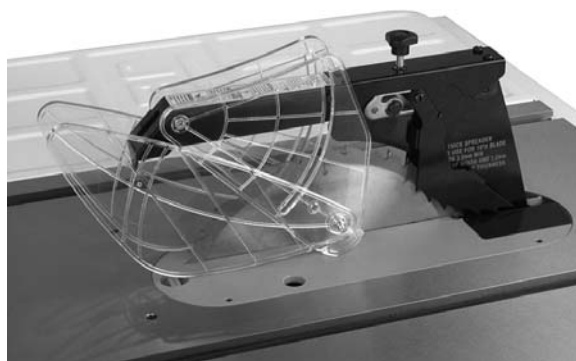

Рис. 15
3. Затяните ручку (D).
4. Опустите лепестки защитного кожуха на место, как показано на рис. 15.